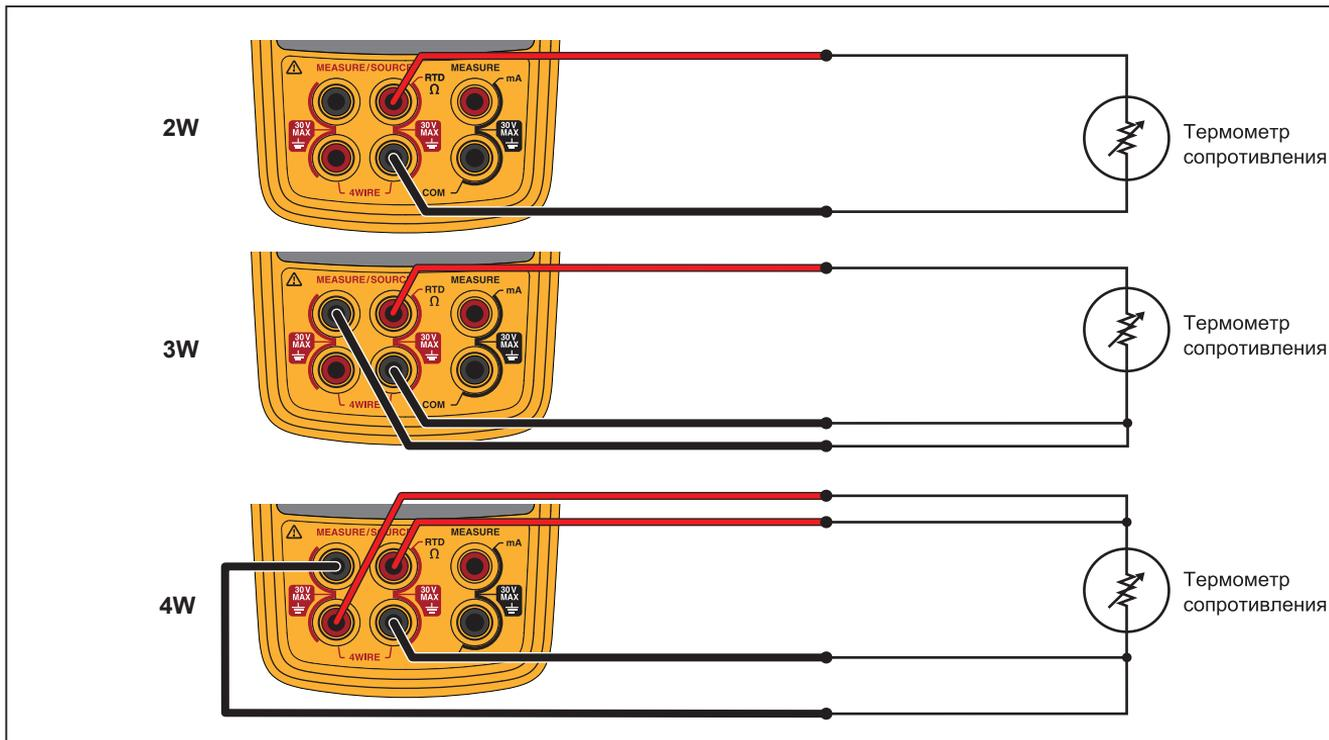

Рисунок 7. Измерение температуры с помощью RTD
5. Подключите RTD к входным клеммам, как показано на рис. 7.